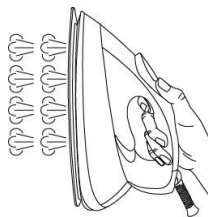

Figura 7
2. Țineți fierul de călcat în poziție verticală (Figura 7) la o distanță de 15-30 centimetri față de țesături.